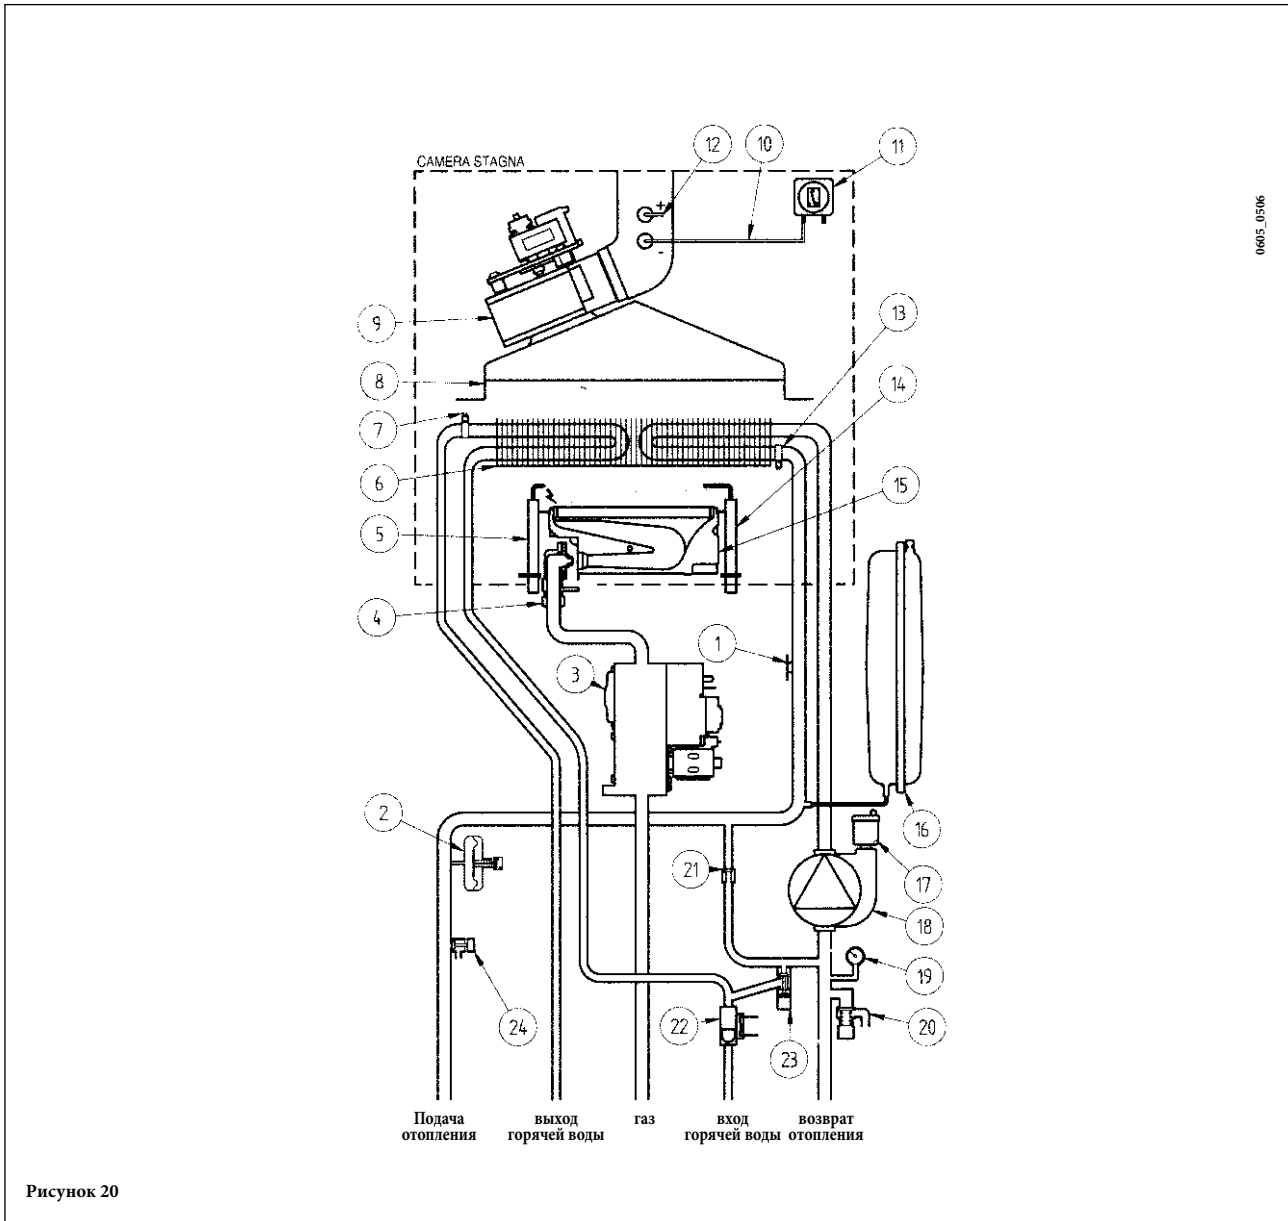

Рисунок 20
Данное устройство (15 - рисунок 20) обеспечивает включение горелки только при условии эффективного отвода продуктов сгорания. В следующих случаях аномалий:
- при разрыве контакта между реле давления и устройством Вентури (16-17 рисунок 20) котел будет блокирован и будет мигать индикатор E03 (см. таблицу параграфа 10).
Электрод определения (18 . рисунок 20), расположенный справа от горелки, блокирует котел в случае отсутствия газа или при неполном включении горелки.
Данное устройство (3 – рисунок 20 - 21) обеспечивает включение горелки только при давлении в системе отопления выше 0,5 бар.
Данное устройство (28 – рисунок 20), настроенное на 3 бар, установлено в контуре отопления.